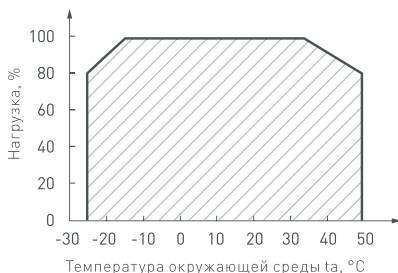

Рис. 2. Максимальная допустимая нагрузка, % от мощности источника.
- 4.3. Не нагружайте источник питания более 80% от его максимальной мощности. Учитывайте, что с повышением температуры окружающей среды, максимальная мощность источника питания снижается, см. график зависимости на Рис. 2.